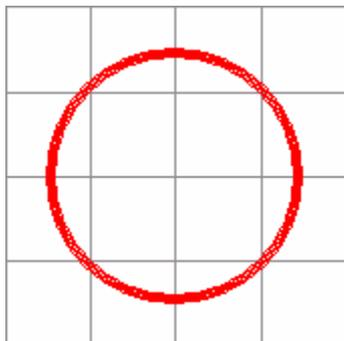

图 5 — 73 选取圆心和半径 图 5 — 74 完成后的完整的圆弧导线
(4) 完成圆弧的绘制后，在 PCB 图纸上右击鼠标取消画圆弧状态。绘制效果如图 5 — 74 所示。